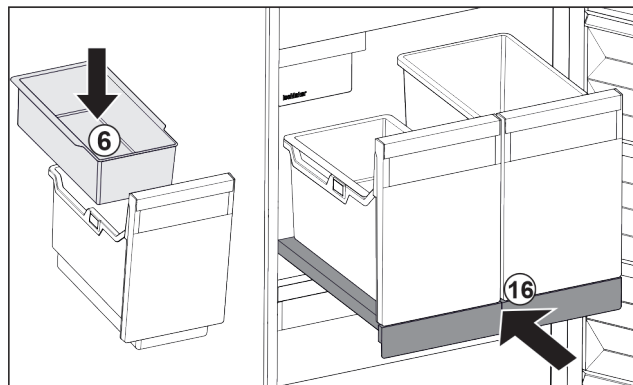

Fig. 130
- ▶ Вставьте навесной лоток Fig. 130 (6) для кубиков льда.
- ▶ Вставьте выдвижную панель с контейнером (IceTower). Fig. 130 (16)